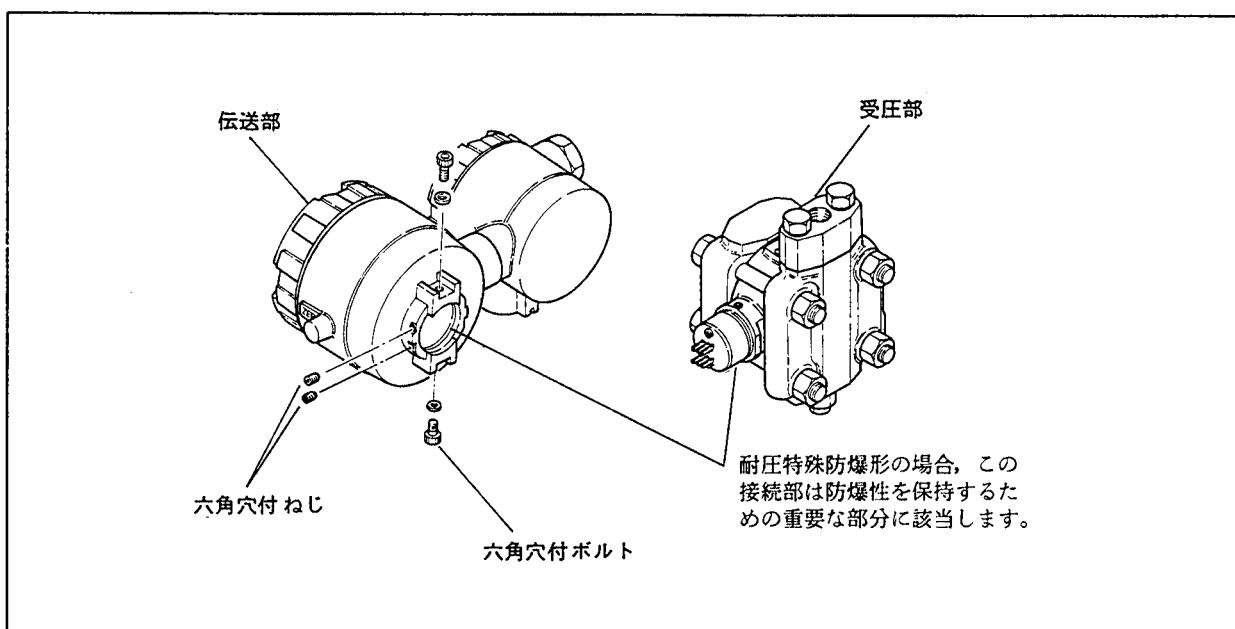

図 6.6 伝送部と受圧部の分離
耐圧防爆性保持の重要な部分に該当しますので、傷などの欠陥がないことを確認してください（図 6.6 参照）。
3. 保守終了後は伝送部と受圧部を固定するための六角穴付ボルトおよびねじを確実に締付けてください（図 6.6 参照）。
- (1) 電源を切ります。
- (2) ゲートバルブを閉じます。
- (3) ドレン（ベント）スクリューを開けます。その際、ドレンはプラグの軸方向に排出されるので液、蒸気等が身体に飛散しないように注意してください。
- (4) 6.5.2 項を参照してアンプユニットを取りはずします。
- (5) 伝送部と受圧部を固定している 2 本の六角穴付ボルトをはずします。同時に 2 本の六角穴付ねじを 1 回転ほどゆるめます（図 6.6 参照）。
- (6) 伝送部と受圧部を分離します。
- (7) 受圧部が取付用ブラケットで 50 A (2 B) パイプに取付けられている場合は、高圧側の取付用ボルトをはずします。